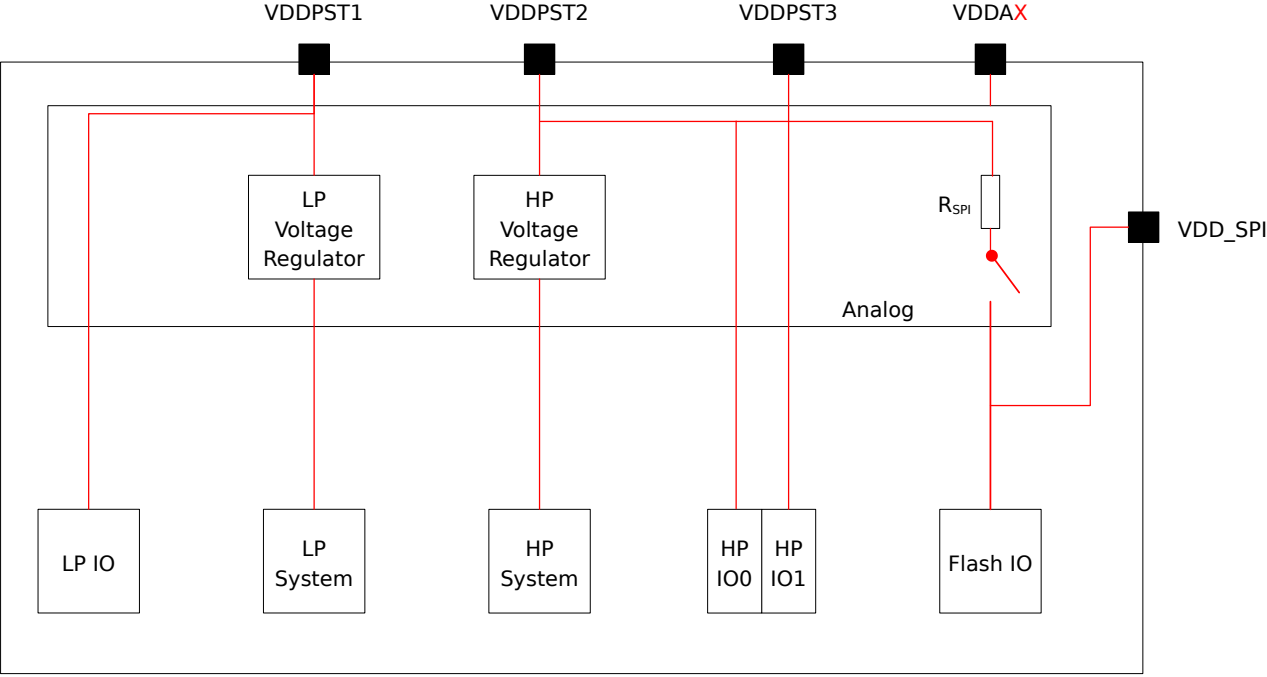

图 2-4. ESP32-C5 电源管理
- ⁴ LP IO 管脚即由 VDDPST1 供电的管脚, 如图 2-4 ESP32-C5 电源管理 所示, 也可参考表 2-1 管脚概述 > 供电管脚一栏。
电源管理如图 2-4 ESP32-C5 电源管理 所示。